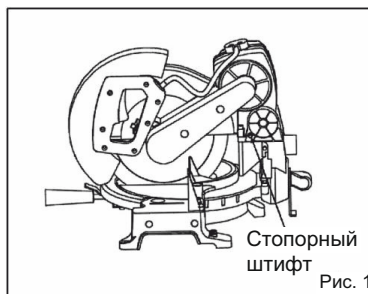

Рис. 1
- Стопорный штифт предназначен только для переноски и хранения, а не для резки. Полностью опустите ручку и зафиксируйте ее в опущенном положении, нажав на стопорный штифт. Закрепите поворотную опору, затянув ручку по часовой стрелке. После этого инструмент можно переносить за ручку, как показано на (рис. 1.)